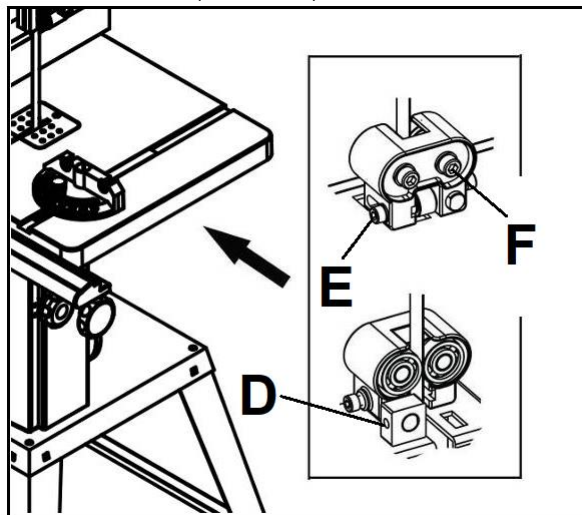

Рисунок 18
- Ослабьте винт (D, Рис. 18), переместите всю нижнюю направляющую пильной ленты и установите боковые подшипники в положение 1-2 мм от впадины зуба полотна (изогнутая область в основании зуба). Снова затяните установочный винт (D, Рис. 18).
- Ослабьте болт с головкой под торцевой ключ (E) и установите упорный подшипник в положение 0,4 мм от задней кромки ленты. Снова затяните болт (E, Рис. 18).
- Ослабьте болт (F, Рис. 18) и отрегулируйте боковые подшипники с зазором 0,1-0,2 мм до ленты. Снова затяните болт (F, Рис. 18).